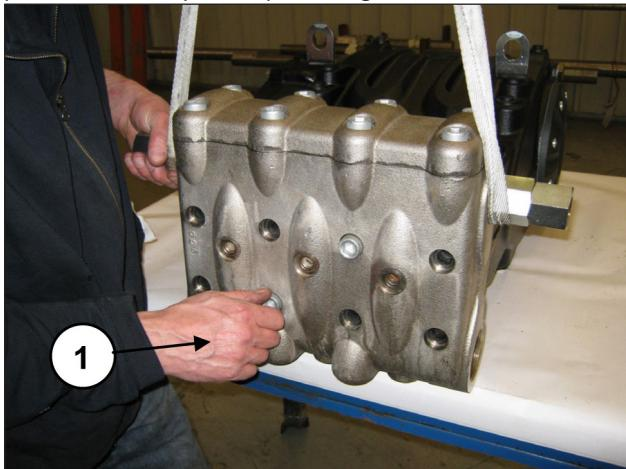

Fig. 107
Agora é possível retirar o cabeçote do cárter da bomba desapertando os 8 parafusos M16x180 (pos. ①, Fig. 107).